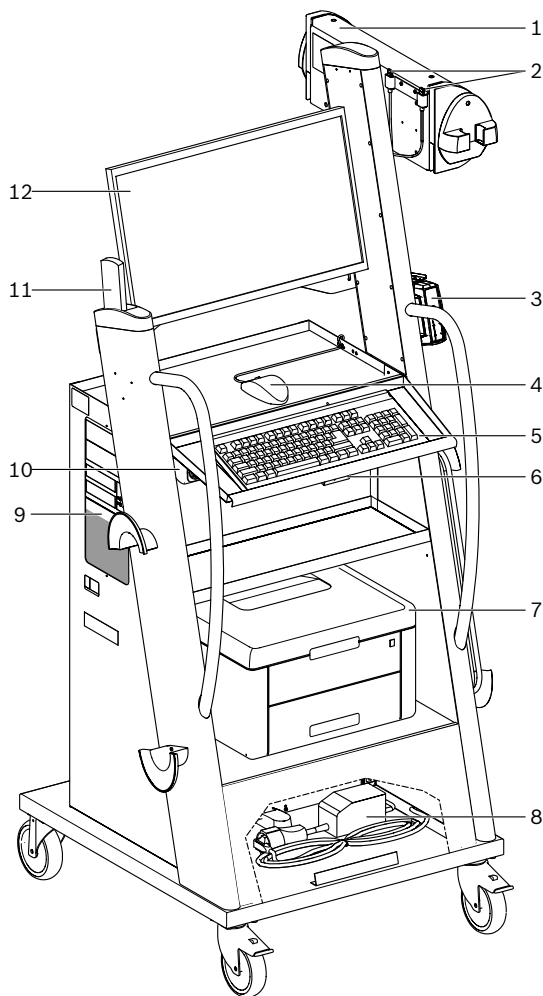
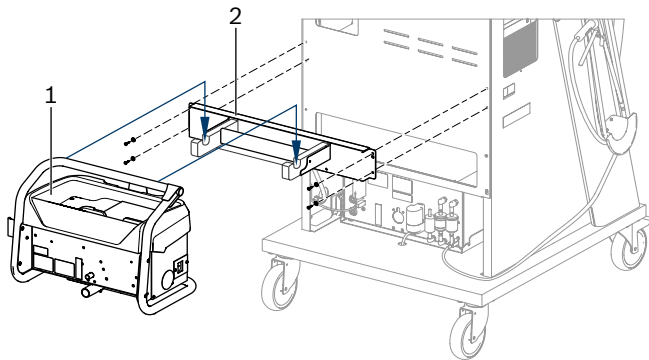

Fig. 1: Vista frontal del producto FSA 740
Fig. 4: Montar el soporte
2. Montar el soporte para BEA 070 (fig. 4, pos. 2) en el carro.
3. Colgar el producto BEA 070 (fig. 4, pos. 1) en el soporte y, opcionalmente, el cable de conexión USB en el producto BEA 070 y en la conexión USB de la parte delantera del banco de pruebas del PC (fig. 1, pos. 9).
4. Conectar el cable de conexión de red en el producto BEA 070 y en la regleta de enchufes (fig. 1, pos. 10).
7. Retirar las sujeciones de transporte de la impresora láser según las instrucciones. Colocar la impresora láser (fig. 1, pos. 7) en el carro y conectarla. El cable de alimentación de red y el cable de conexión USB se encuentran en el carro, listos para ser conectados.
Conecte o desconecte el producto FSA 740 con el interruptor principal situado en la parte delantera del equipo (véase fig. 1; pos. 10).